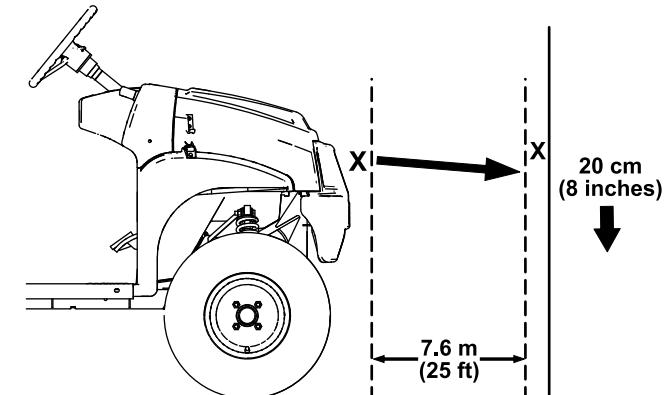

Figura 50
1. Estacione a máquina numa superfície nivelada com os faróis a cerca de 7,6 m de uma parede (Figura 50).
A parte mais brilhante do feixe do farol deve estar 20 cm abaixo da marca colocada na parede (Figura 50).